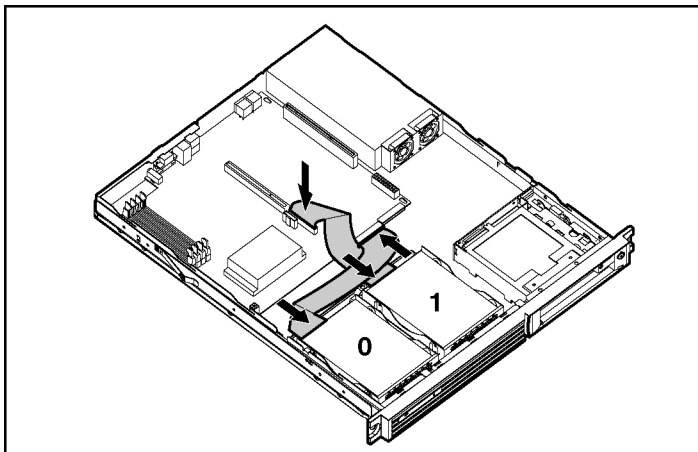

Figure 3-21 : Câblage des disques durs ATA
Les disques durs ATA installés sur le serveur sont désignés par les numéros d'unité 0 et 1, de gauche à droite vus de face. Reportez-vous à la figure 3-21.
Chaque disque dur SCSI doit être doté d'un ID unique. Le système commence par rechercher une partition d'amorçage sur le disque ayant l'ID le plus petit. Les cavaliers positionnés sur un disque dur installé en usine sont définis sur ID 0. À titre d'exemple, supposons que les périphériques soient numérotés ID 0 et ID 1, ID 0 contenant la partition d'amorçage souhaitée. Reportez-vous à la Figure 3-21 pour un exemple.
4. Retirez le câble ATA de la carte mère et mettez-le de côté pour une utilisation ultérieure. Reportez-vous à la Figure 3-21.